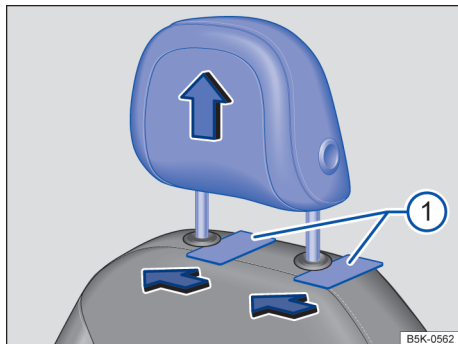
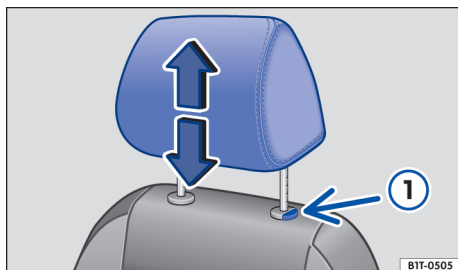

Fig. 76 En el asiento delantero: ajustar el apoyacabezas (variante 1).
Fig. 77 En el asiento delantero: ajustar el apoyacabezas (variante 2).
2. *Variante 1:* Introduzca unos objetos planos, como unas tarjetas de plástico, entre el tapizado del respaldo del asiento y las tapas de las barras del apoyacabezas → fig. 76 ⓘ. Extraiga el apoyacabezas por completo.
Variante 2: Extraiga el apoyacabezas completamente a la vez que presiona la tecla → fig. 77 ⓘ.
2. Baje el apoyacabezas a la vez que presiona la tecla → fig. 76 ⓘ o → fig. 77 ⓘ.